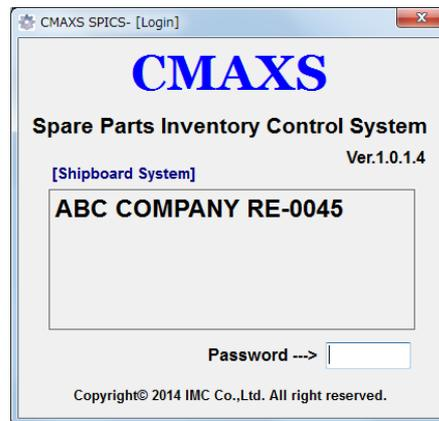

図 2.2.1 ログイン
2. ”パスワード入力ダイアログ”(図 2.2.1)が表示されますので、パスワードを入力し”Enter”キーを押して下さい。※ 初期状態でのパスワードは“C/E” (Chief Engineer)が設定されています。 必要に応じ、13章 (P.) を参照の上、権限及びパスワードを変更して下さい。